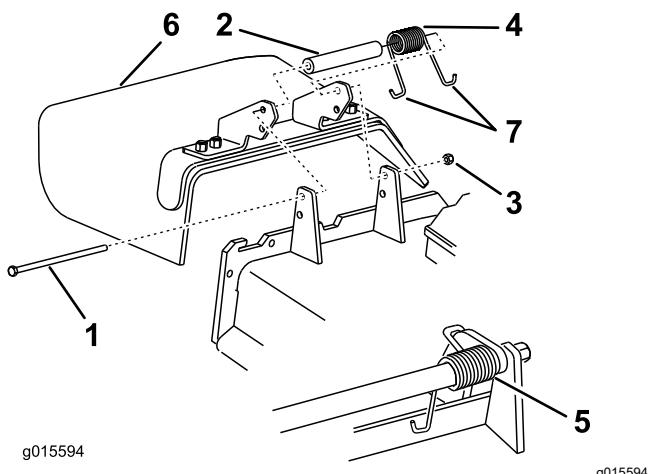

Figura 88
1. Retire la contratuerca, el perno, el muelle y el espaciador que sujetan el deflector a los soportes de pivotе (Figura 88).
Nota: Asegúrese de colocar un extremo con gancho en J del muelle detrás del reborde de la carcasa antes de instalar el perno, según se muestra en Figura 88.
6. Coloque 1 extremo en J del muelle alrededor del deflector de hierba (Figura 88).